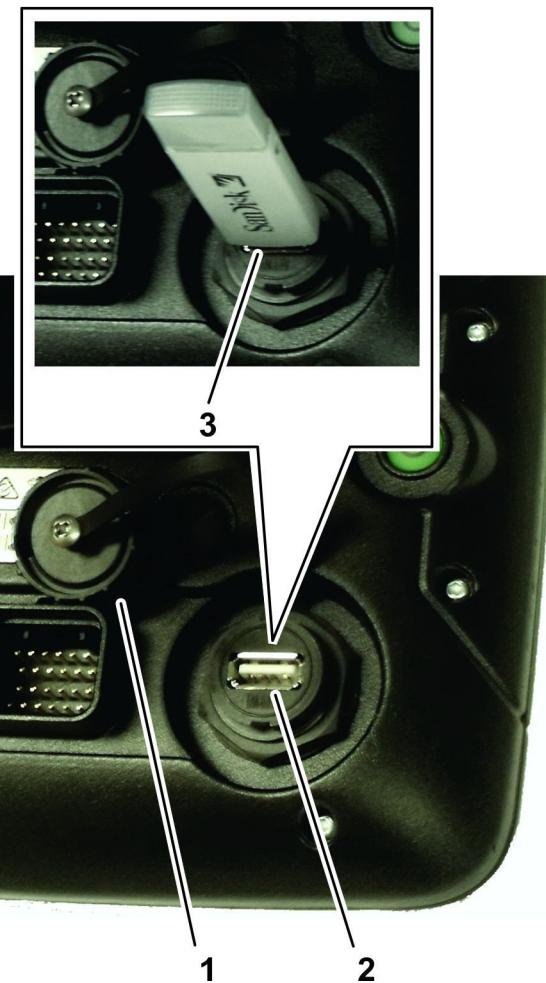

Figure 31
1. Retirez l'obturateur du port USB situé sous le bouton d'alimentation (Figure 31).
2. Insérez un périphérique de stockage USB dans le port USB (Figure 31).